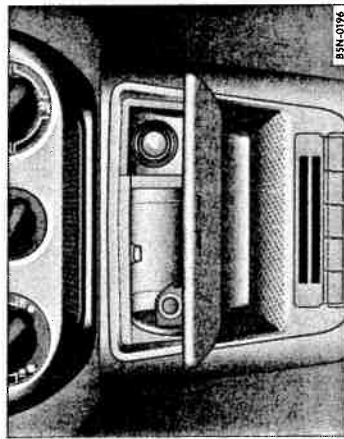

Fig. 95 Bricheta
- Apăsați capătul brichetei ⇒ fig. 95 înăuntru ⇒ **Δ**.